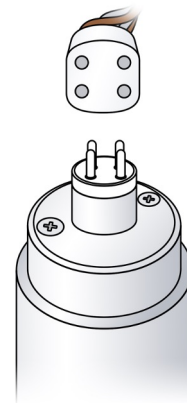

Abb. 3
- SCHLIESSEN Sie den Steckverbinder an das Ende der UV-Lampe AN und stellen Sie sicher, dass der Stecker korrekt auf die Stifte ausgerichtet ist. (siehe Abb. 3 auf der vorherigen Seite)